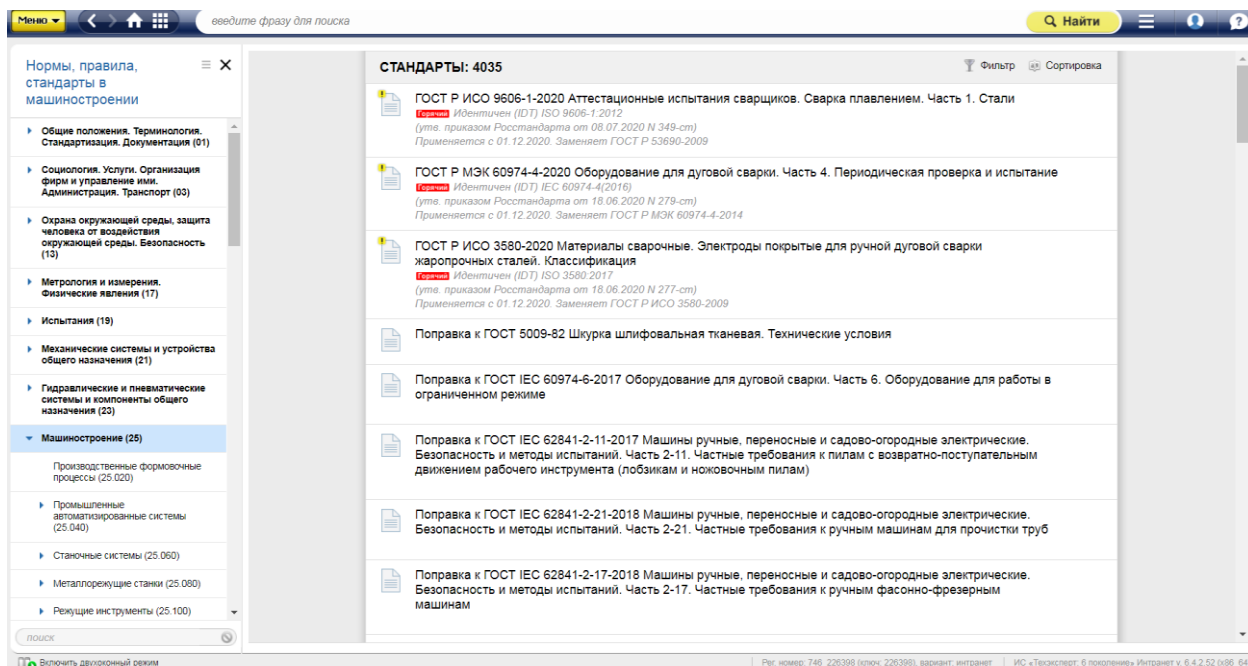

Рис. 7. Список документов рубрики «Машиностроение» в разделе «Нормы, правила, стандарты в машиностроении»
3. В оглавлении выберем и раскроем рубрику «Машиностроение» (для нее также реализованы подрубрики в соответствии с иерархией кодов ОКС) (рис. 7).